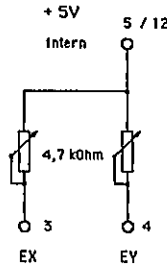

Abb. 5.2.4 Analog-Eingabe
Zum Test der beiden analogen Eingänge EX und EY sind - wie Abbildung 5.2.4 zeigt - zwei 4,7 kOhm-Potis zwischen die Pins 5 oder 12 (+5V) und 3 (EX) bzw. 4 (EY) zu stecken. Die Schleiferstellung des Potis charakterisiert das analoge Signal. Eine ausführliche Beschreibung der Analog-Digital-Wandlung finden Sie in Kapitel 7.1.3.